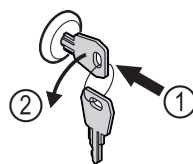

Fig. 177
- Klíč zasuňte dovnitř. Fig. 177 (1)
- Otáčejte klíčem o 90° proti směru hodinových ručiček. Fig. 177 (2)